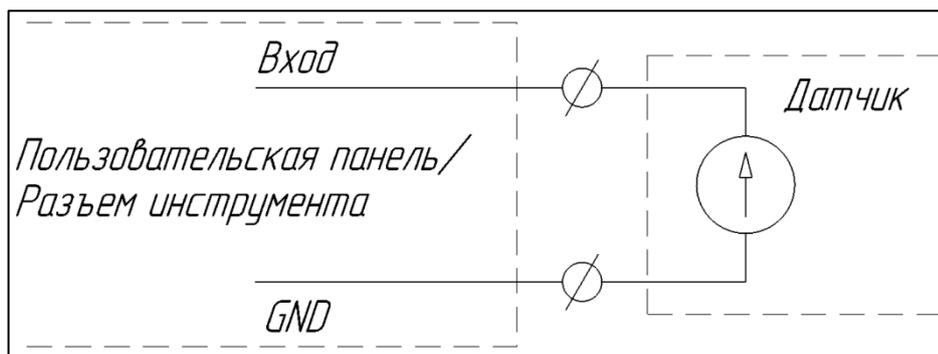

Рисунок I-22 – Схема подключения датчика с выходом по напряжению
- Подключение датчика с выходом по напряжению (см. Рисунок I-22).